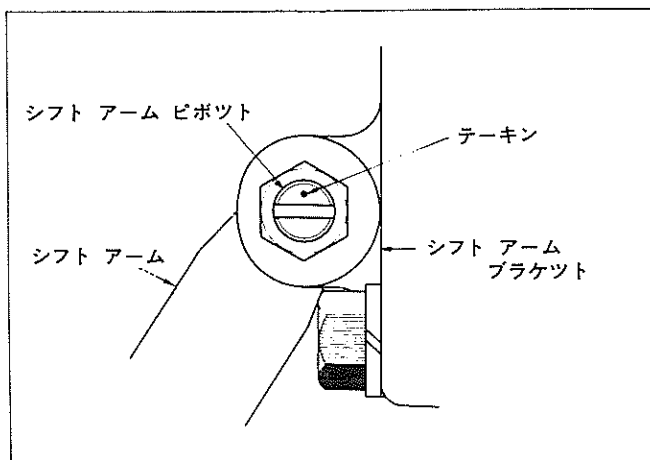

図7-161 噛み合い調整
- c かん合状態が適正な位置にある場合ピボットのスリットが図7-161のようになる。